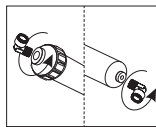

Bild. 4
- 4) Die Kupplungen aus der alten Kartusche herausdrehen (am Ein und Ausgang). (Bild 4).